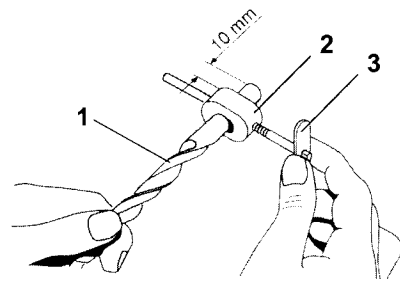

Fig. 3
1. Bohrer 1 (Fig. 3) in die Bohrung des Klemmeisens 2 einführen. Hierbei den Bohrerschaft hinten ca. 10 mm zum Fixieren im Klemmprisma überstehen lassen. Klemmschraube 3 noch nicht anziehen.